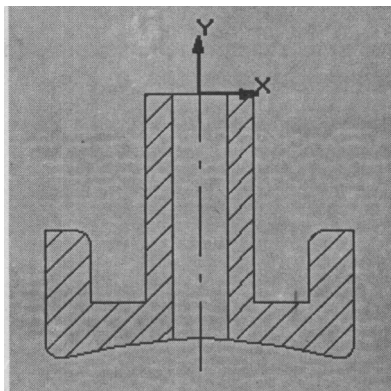

Рис. 4.71
7. Нажмите Ctrl+A, Операция > Симметрия и укажите ось симметрии. Введите верхний горизонтальный отрезок с координатами (-6, 0) и (6, 0). Ввод геометрии масляной форсунки закончен (рис. 4.71).